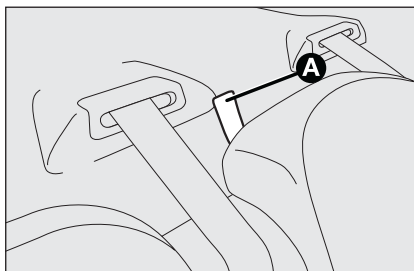

fig. 90
tirer vers le haut les dispositifs de blocage **A fig. 90** pour débloquer la partie gauche ou droite du dossier et l'accompagner sur le coussin.
- tirer vers le haut les dispositifs de blocage **A-fig. 90** pour débloquer les dossiers et les accompagner sur le coussin.